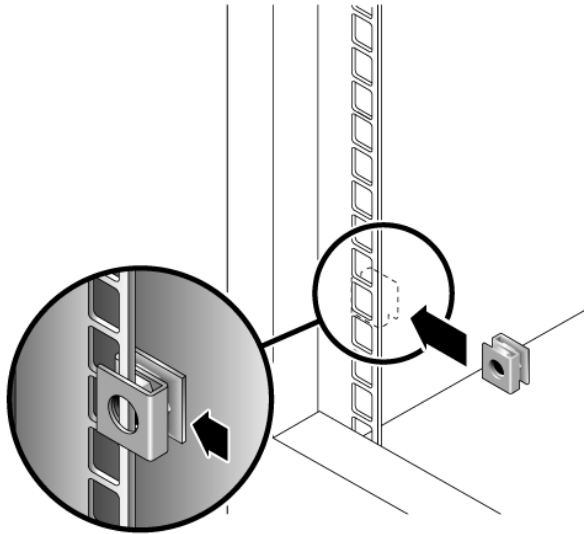

FIGURE 2-27 Mise en place d'un écrou à cage sur le rail situé à l'arrière de l'armoire
4. Sur le rail correspondant situé à l'arrière de l'armoire, placez un écrou à cage sur le trou le plus bas de l'unité de montage intermédiaire de l'emplacement de l'armoire 3RU dans lequel vous monterez le plateau (voir FIGURE 2-27).